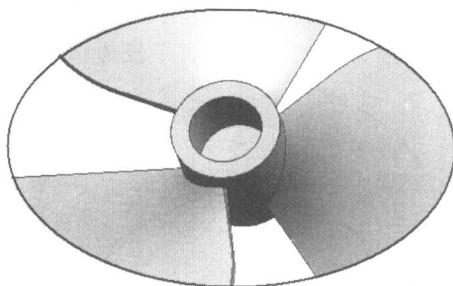

图1-21
14. 使用【孔】功能，在底面创建直径、深度分别为“20”和“28”的孔特征，结果如图 1-21 所示。